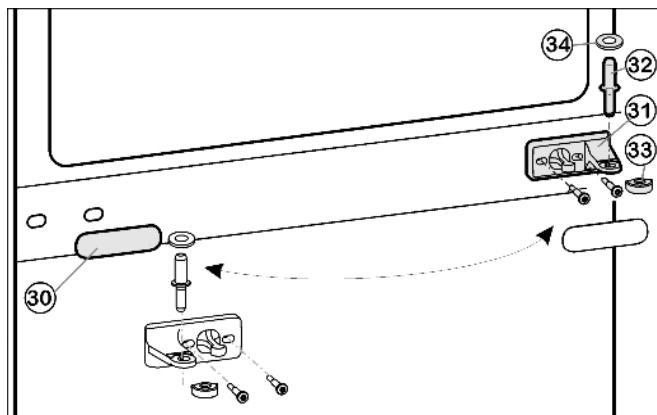
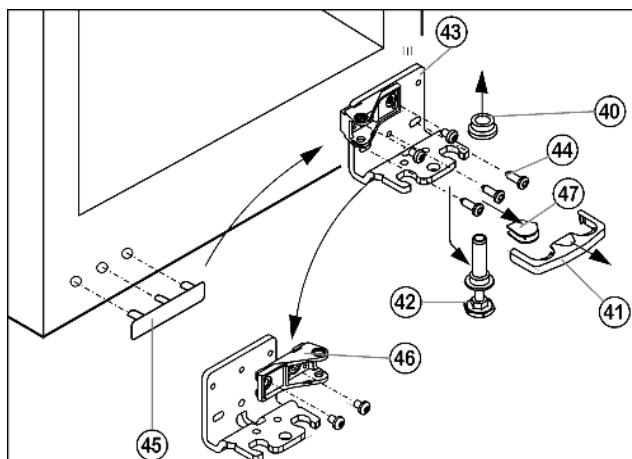

Fig. 11
Fig. 12
- Вытащите средний опорный палец Fig. 11 (32) с шайбой Fig. 11 (34) из опорного кронштейна и нижней дверцы.
- Пластмассовый колпачок Fig. 11 (33) снимите.
- Снимите средний опорный кронштейн Fig. 11 (31).
- Осторожно снимите накладку Fig. 11 (30).
- Открутите средний опорный кронштейн Fig. 11 (31) и прикрутите его с поворотом на 180° на новую сторону шарнира.
- Защелкните накладку Fig. 11 (30), повернув на 180 °, на стороне, где теперь будет ручка.
- Предохранитель Fig. 12 (41) снимите движением вперед.
- Снимите крышку Fig. 12 (47).*
- Полностью вверните регулируемую опору Fig. 12 (42).
- Вытяните опорный палец Fig. 12 (42) вниз и вперёд. При этом следите за гнездом шарнира Fig. 12 (40).
- Открутите опорный кронштейн Fig. 12 (43) (3 шт. Torx 25) Fig. 12 (44).
- Осторожно снимите и переставьте на противоположную сторону крышку со стороны ручки Fig. 12 (45).
- Снова прикрутите нижний опорный кронштейн Fig. 12 (43) на новой стороне шарнира при необходимости с помощью аккумуляторного шуруповерта.
- ▶ Открутите опорный кронштейн Fig. 12 (46) и снова прикрутите внутри с поворотом на 180°.
- ▶ Установите крышку Fig. 12 (47) на противоположной стороне.*
- ▶ Предохранитель (41) нужно зафиксировать сбоку на кронштейне, чтобы опорный палец и двери были защищены от выпадения.
- ▶ Снова защелкните предохранитель (41) на опорном кронштейне.
- ▶ Наденьте гнездо шарнира Fig. 12 (40).
- ▶ Установите дверцу сверху на нижний опорный палец Fig. 12 (42).
- ▶ Снова наденьте пластмассовый колпачок Fig. 11 (33) на средний опорный кронштейн Fig. 11 (31).
- ▶ Вставьте средний опорный палец Fig. 11 (32) на новой стороне шарнира через средний опорный кронштейн Fig. 11 (31) в нижнюю дверцу.
- ▶ Установите шайбу Fig. 11 (34) на средний опорный палец Fig. 11 (32).
- ▶ Установите верхнюю дверцу на средний опорный палец Fig. 11 (32).
- ▶ Выверните средний винт на нижнем опорном кронштейне Fig. 12 (43).
- ▶ При необходимости выровняйте дверцы через два продольных паза в нижнем опорном кронштейне Fig. 12 (43) и среднем опорном кронштейне Fig. 11 (31) параллельно корпусу устройства.